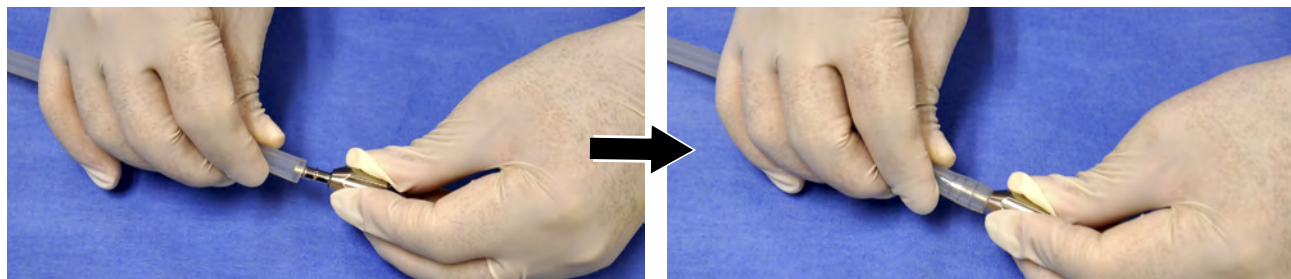

Figura 10.2 Inserir o adaptador na tubulação
1. Insira a extremidade macho do adaptador de tubulação de metal reutilizável em uma das extremidades da tubulação reutilizável fornecida (Figura 10.2).